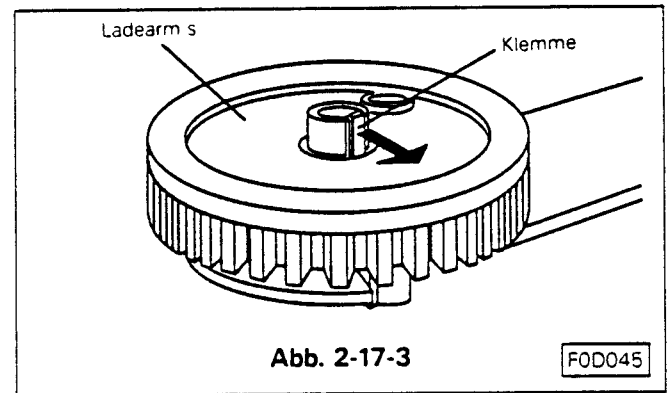

Abb. 2-17-3
- G. Klemme am Ladearm S lösen und Ladearm S entfernen. (Siehe Abb. 2-17-3)